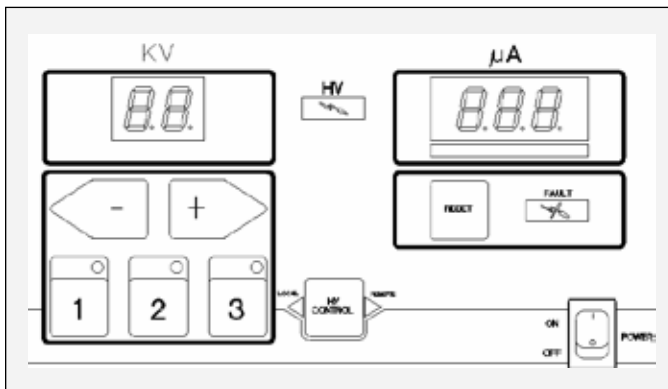

Abbildung 3: 9060 Benutzerschnittstelle
Der in Abbildung 3 dargestellte 9060 Regler hat eine einfache Benutzerschnittstelle mit 7 LEDs (Leuchtdioden), einen (1) Hauptschalter sieben (7) Tasten, eine (1) LED-Stromanzeige und zwei (2) Bildschirme mit Sieben-Segment-Displays.
Diese Taste, in Abbildung 3 in der Mitte abgebildet, hat bei Handsprühpistolen keine Funktion.